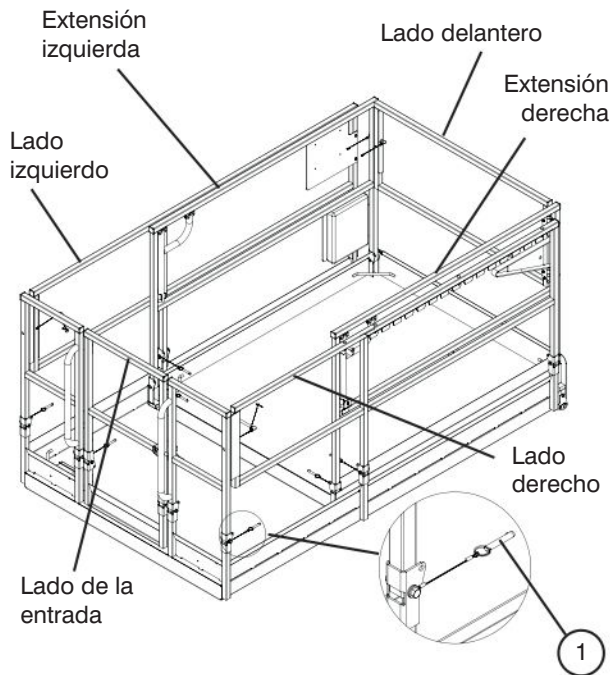

Figura 3-8a. Sistema de baranda plegable
9. Doble las barandas hacia abajo en el siguiente orden: parte delantera, extensión derecha, extensión izquierda, lado derecho, lado izquierdo y entrada (consulte la Figura 3-8a).